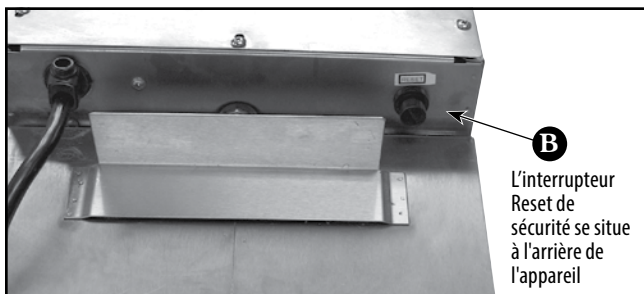

Figure 2. Interrupteur Reset de sécurité pour EFS-16 & EFT-32
- B INTERRUPTEUR RESET DE SECURITE & COUVERCLE** (Figure 2) Retirez le couvercle pour accéder au bouton de Reset. Si l'huile atteint une température de 430 ° F (221° C), ce commutateur coupe l'alimentation de l'appareil. (L'interrupteur est sur la face arrière de l'EFS-16, EFT-32) (Voir la section « Interrupteur Reset de sécurité » à la page 18).
Les unités sont équipées d'un interrupteur qui coupe l'alimentation si la température de l'huile atteint 430 ° F (221 ° C). Cet interrupteur a un réarmement manuel. L'interrupteur Reset de sécurité est situé à l'arrière de l'appareil (Figure 2).